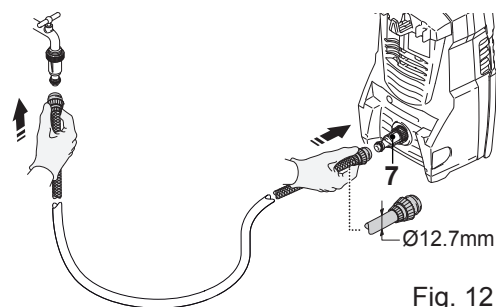

Fig. 12
Fixe uma mangueira de água adequada ao fornecimento de água e, em seguida, fixe a outra extremidade ao conector da mangueira de água (7) do aparelho (Fig. 12).